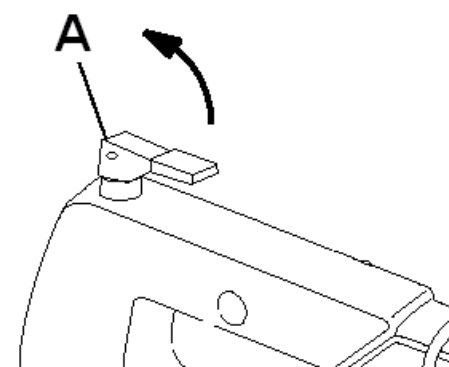

Рис. 5
- Снимите вставку стола (M)
- Рукоятка быстрого снятия натяжения полотна (A) позволяет вам быстро и просто заменить лезвие (рис.5).